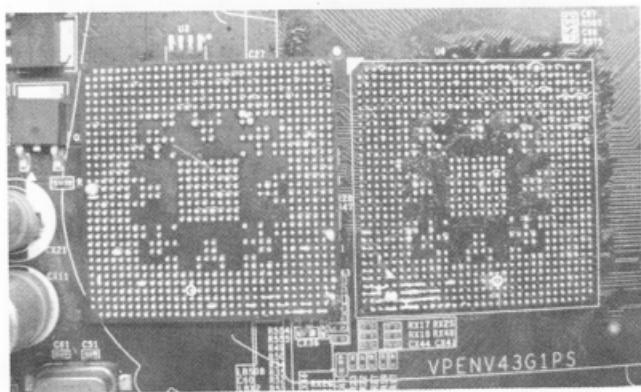

图 5-24 对应位置
(10) 把 GPU 翻过来，找出 GPU 对应的点位，如图 5-24 所示。